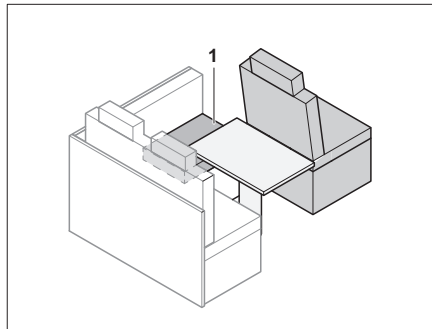

Bild 140 Vor dem Umbau
- Sitzpolster (Bild 140,1) zur Seite legen.